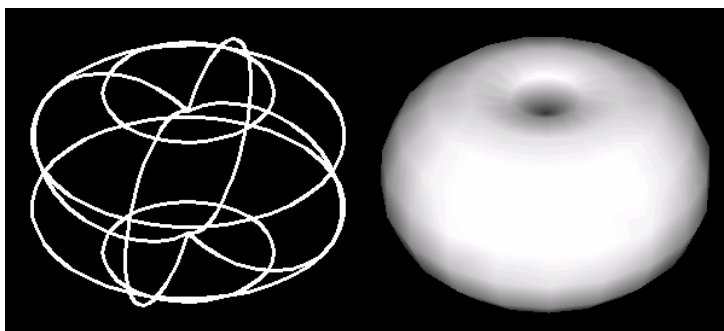

图 2-26 创建两极凹陷的球体实体
(1) 在通常情况下,当圆环体半径和圆管半径均为正值,且圆环体半径大于圆管半径时,可以得到图 2-26 所示的带有中心孔的圆环体。
(2) 如果两个半径都是正值,且圆管半径大于圆环体半径,可以得到两极凹陷的球体(图 2-26 中左侧为线框模型,右侧为着色模型)。